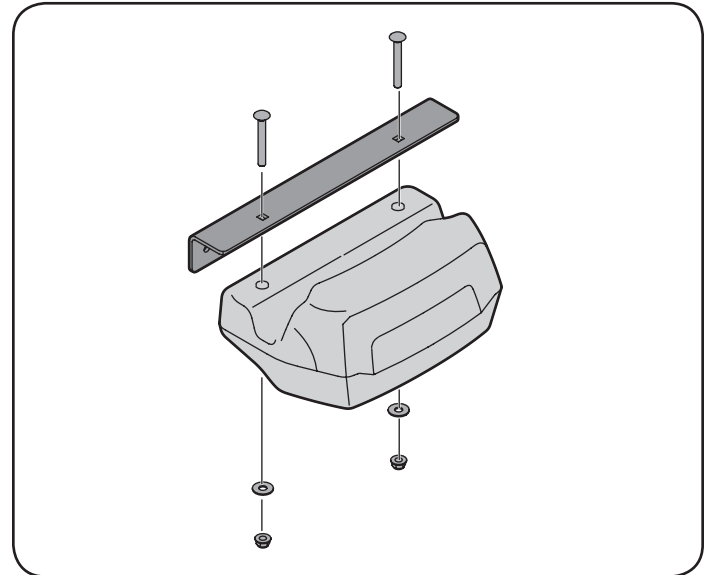
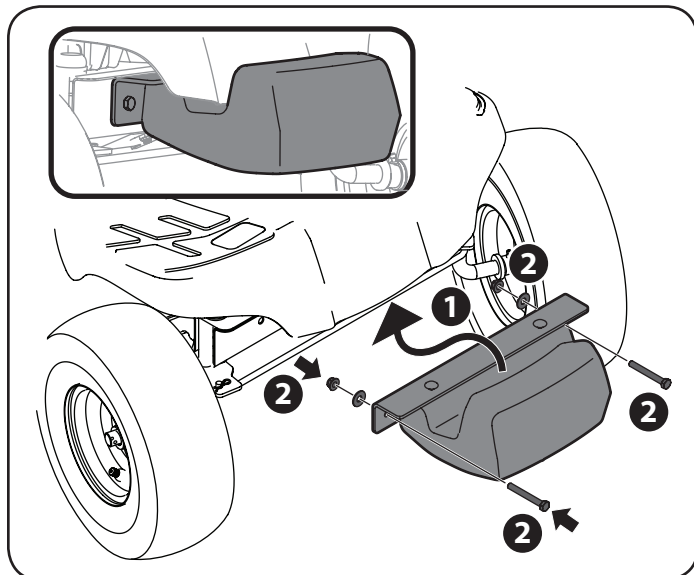

Figura 10
Figura 12
1. Ensamble, luego sujete la barra de pesas al conjunto de la dirección delantero sujetándolo con los herrajes del paquete 683-05147, como se indica en la Figura 10 la Figura 12. Instale el soporte de montaje del contrapeso en el contrapeso con dos pernos de carro 710-0572, dos arandelas planas 736-0159 y dos tuercas de seguridad con brida 712-04063 del paquete de herrajes 683-05147. Consulte la Figura 10.
3. Sujete el conjunto de la barra de pesas al tractor con dos pernos hexagonales 710-0378, dos arandelas planas 736-0159 y dos tuercas de seguridad con brida 712-04063 del paquete de herrajes 683-05147. Consulte la Figura 12.